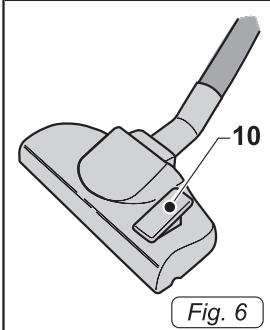

Fig. 6
- Para limpiar suelos duros, parquet, etc. presionar hacia atrás la palanca (10 Fig.6) y extraer las cerdas del cepillo.
- Para aspirar tapetes, alfombras, etc. presionar hacia adelante la palanca (10 Fig.6) dejando que las cerdas entren en el cepillo.